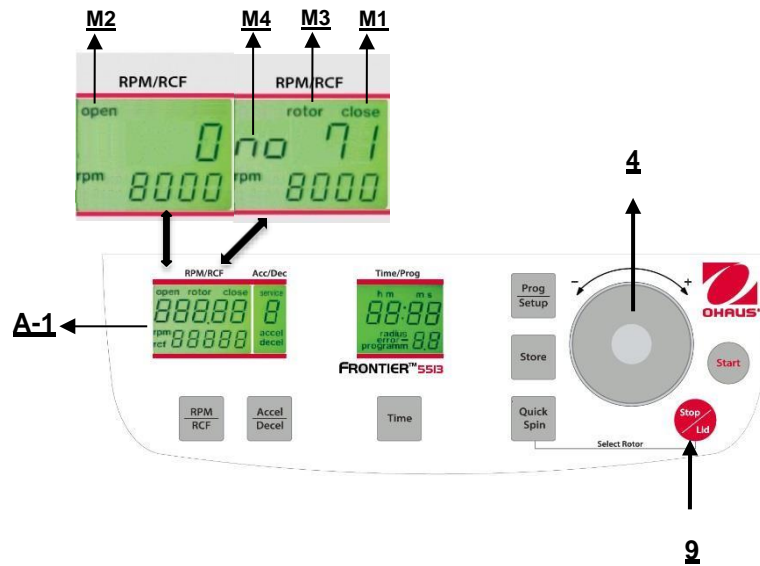

Figura. 12
Antes de la operación, cuando la tapa de la centrifuga está cerrada, aparece la palabra **"close"** (M1) en la pantalla **"RPM/RCF"** (A-1). Además, el número de código del rotor preajustado se muestra en la pantalla. Incluso si el rotor no está insertado. Al presionar el botón **"Stop/Lid"** (9), puede liberar la tapa de la centrifuga. Tan pronto la tapa esté completamente liberada, aparece la palabra **"open"** (M2). Ahora puede abrir la tapa de la centrifuga. Consulte la Figura 12 a continuación para referencia.
La tapa debe bajarse solo un poco. Un seguro de la tapa cierra la tapa, al mismo tiempo que desaparece la palabra **"open"** (M2) (vea la Figura 12).